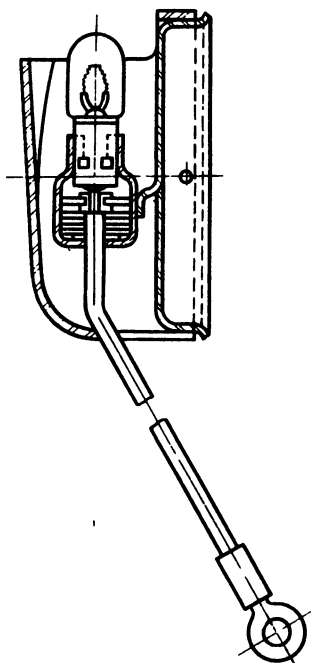

РИС. 211. ФОНАРЬ ОСВЕЩЕНИЯ
2. Фонарь ФП-12Г освещения радиостанции (рис. 211) с лампой А24-1. Выключатель расположен на кронштейне фонаря справа.